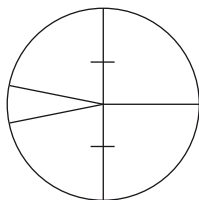

Fig. 3
1. Focar os fios do retículo (Fig. 3) apontando o telescópio a um fundo claro ou, a uma folha de papel branco. Girar o parafuso da ocular até que os fios se tornarem nítidos.